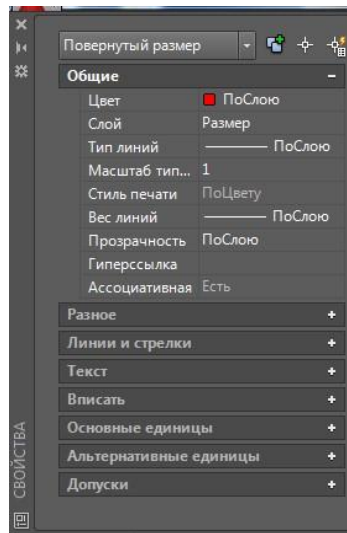

Рис. 9. Вікно Властивості
10. Можна редагувати один розмір у вікні Властивості (рис.9).